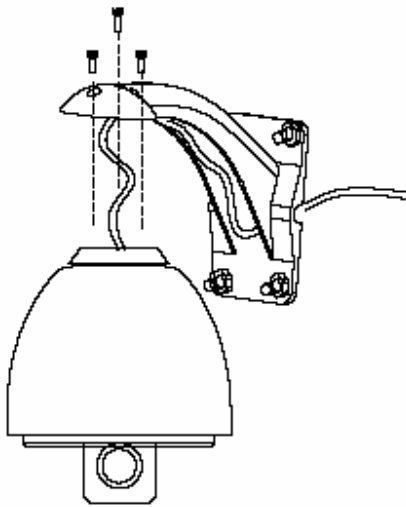

Figura 12
9. Coloque el cuerpo de la cámara sobre el soporte (Figura 12).